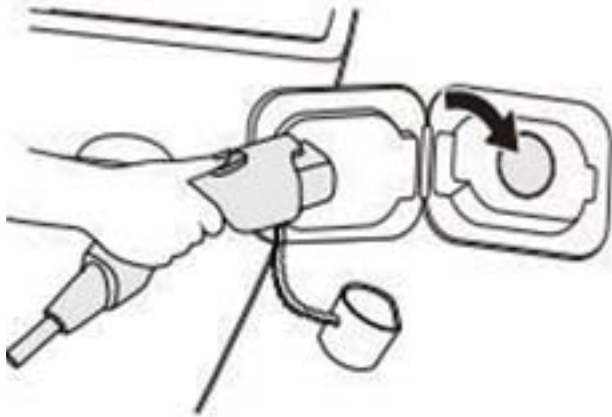
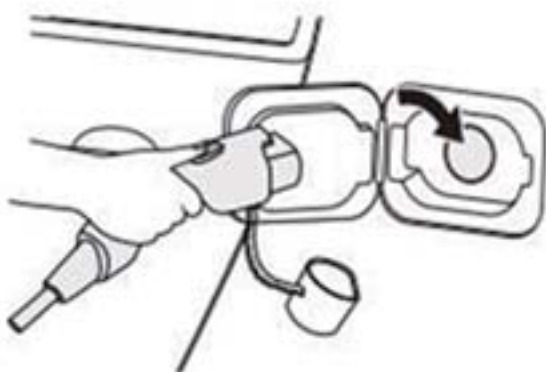
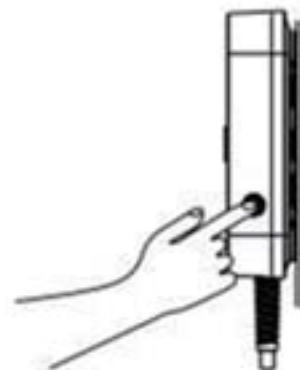

Bild 3-1 Ladekabel zum Anschluss an ein Elektroauto
Abb. 3-2 Ladekabel zum Anschluss an ein Elektroauto
Abb. 3-3 Drücken Sie die Taste und die Anzeige leuchtet auf
- ◆ Wie in Abb. 3-1 gezeigt, den Ladestecker einstecken, die Ladestationsanzeige leuchtet grün, wenn die Ladeleuchte wie in Abb. 3-3 blinkt, bedeutet dies, dass der Ladevorgang begonnen hat;
- ◆ Wie in Abb. 3-2 gezeigt, stecken Sie den Ladestecker ein, die Ladestationsanzeige leuchtet grün, drücken Sie die rechte Taste der Ladestation, wenn die Taste leuchtet, wie in Abb. 3-3 gezeigt, blinkt die Ladelampe und zeigt an, dass der Ladevorgang begonnen hat;